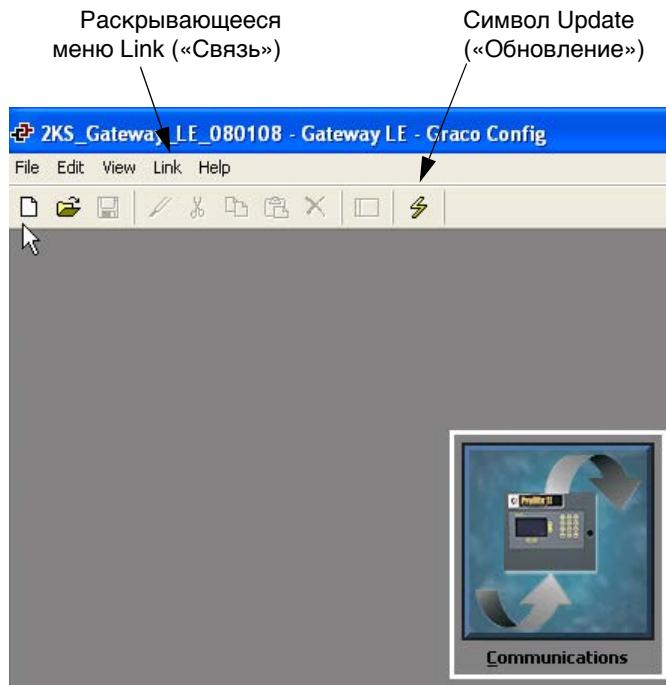

Рис. 16: Главная страница GracoConfig
3. Щелкните File («Файл») > Open («Открыть») и выберите файл с расширением .gg2. После загрузки файла его название должно появиться в верхней части окна (Рис. 16).
4. Загрузите базу данных с помощью команды Link («Связь») > Update («Обновить»). Для экономии времени можно щелкнуть по символу Update («Обновление»)  , расположенному на панели инструментов. См. Рис. 16.